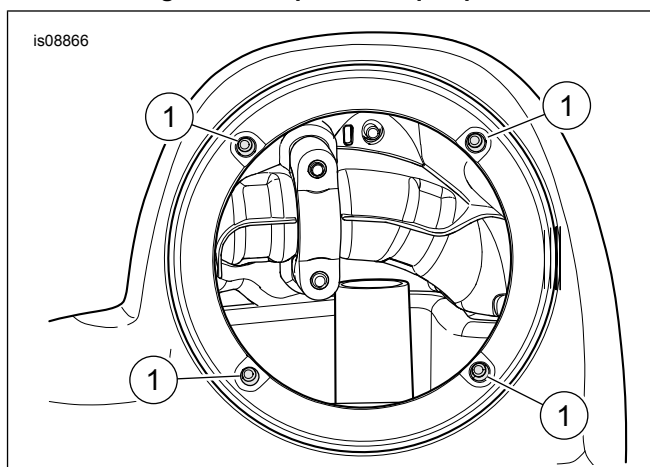

Figura 11. Dadi prigionieri
12. Vedere Figura 11. Inserire i quattro dadi prigionieri dalla parte interna dell'apertura grande.